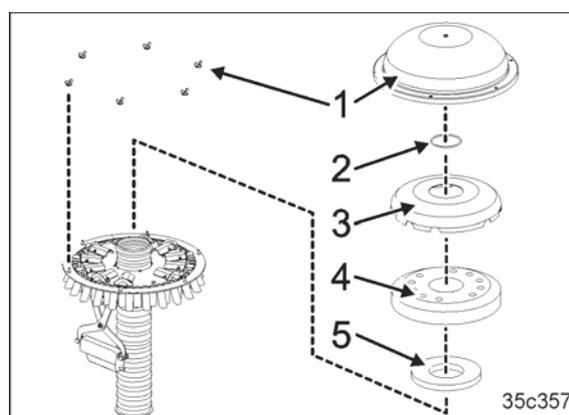

Fig. 193
6. Verteileraußenhaube (Fig. 193/1) demonstrieren.
7. Ring (Fig. 193/2) demontieren.
8. Verteiler-Innenhaube (Fig. 193/3) demonstrieren.
9. Schaumstoffeinsatz (Fig. 193/4) und Dichtring (Fig. 193/5) demontieren.